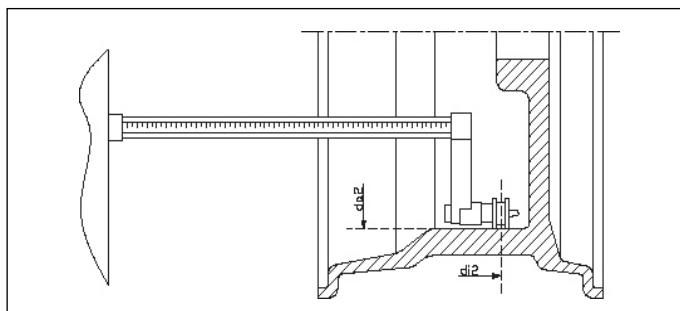

Figura F3.9 – Obtención del valor de distancia del lado externo de la llanta bajo modo ALS1 y ALS2
- 4) Retire la regla de medición de distancia / diámetro y se apoya en el lado exterior de llanta, como se muestra en la Figura F3.9; 5.
- 6) Retire la regla de medición de distancia / diámetro y se apoya en el lado exterior de llanta donde se quiere colocar el bloque de equilibrio. Como se muestra en la Figura F3.9;